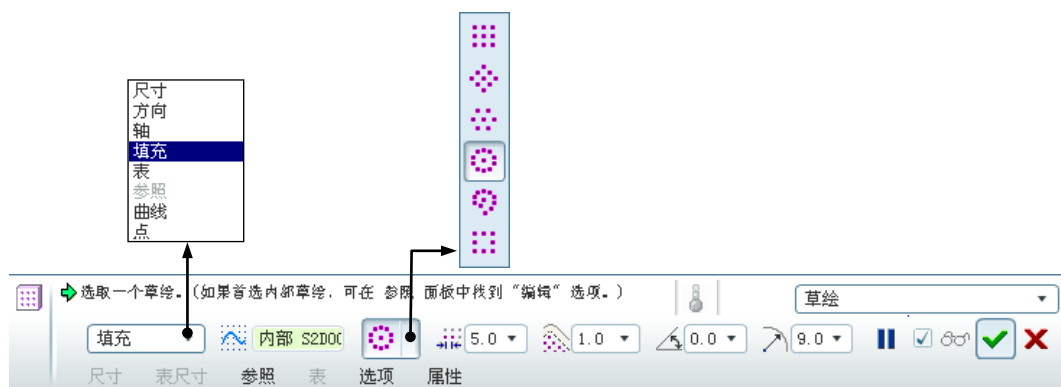
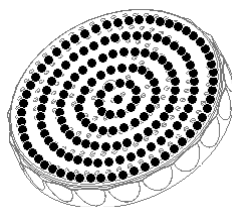

图 6.9.14 “阵列”操控板
图 6.9.16 完成后的模型
(1) 在模型树中右击上一步创建的切削拉伸特征，从快捷菜单中选取 **阵列...** 命令。
(2) 在图 6.9.14 所示的“阵列”操控板中选择“填充”选项。
(5) “填充类型”各项参数的设置如图 6.9.14 所示，参数设置完成后，此时模型如图 6.9.16 所示。
(6) 单击操控板中的 按钮，完成特征的创建。